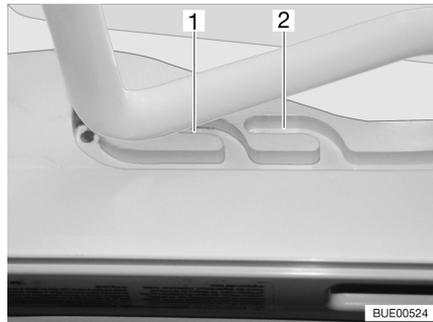

Bild 22 Kipp-Dachhaube in Lüftungsstellung
Die Kipp-Dachhaube kann in zwei Lüftungsstellungen gebracht werden: Schlechtwetterstellung (Bild 22,1) und Mittelstellung (Bild 22,2).
- Den Bügel leicht nach oben drücken und in die gewählte Führung (Bild 22,1 oder 2) schieben.